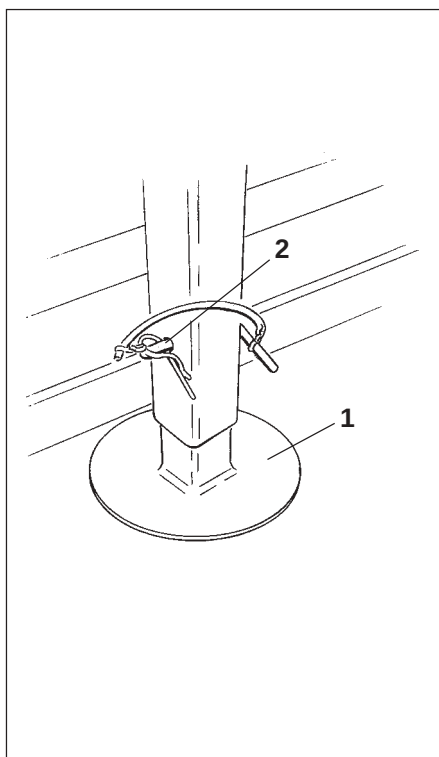

Рис. 19.5
- Крепко возьмите опорную стойку (Рис. 19.5/1) выньте палей с пружинным зажимом (Рис. 19.5/2) и опустите опорную стойку, как показано на рисунке 19.6.
- Закрепите и зафиксируйте сверху опорную стойку (см. Рис. 19.5).